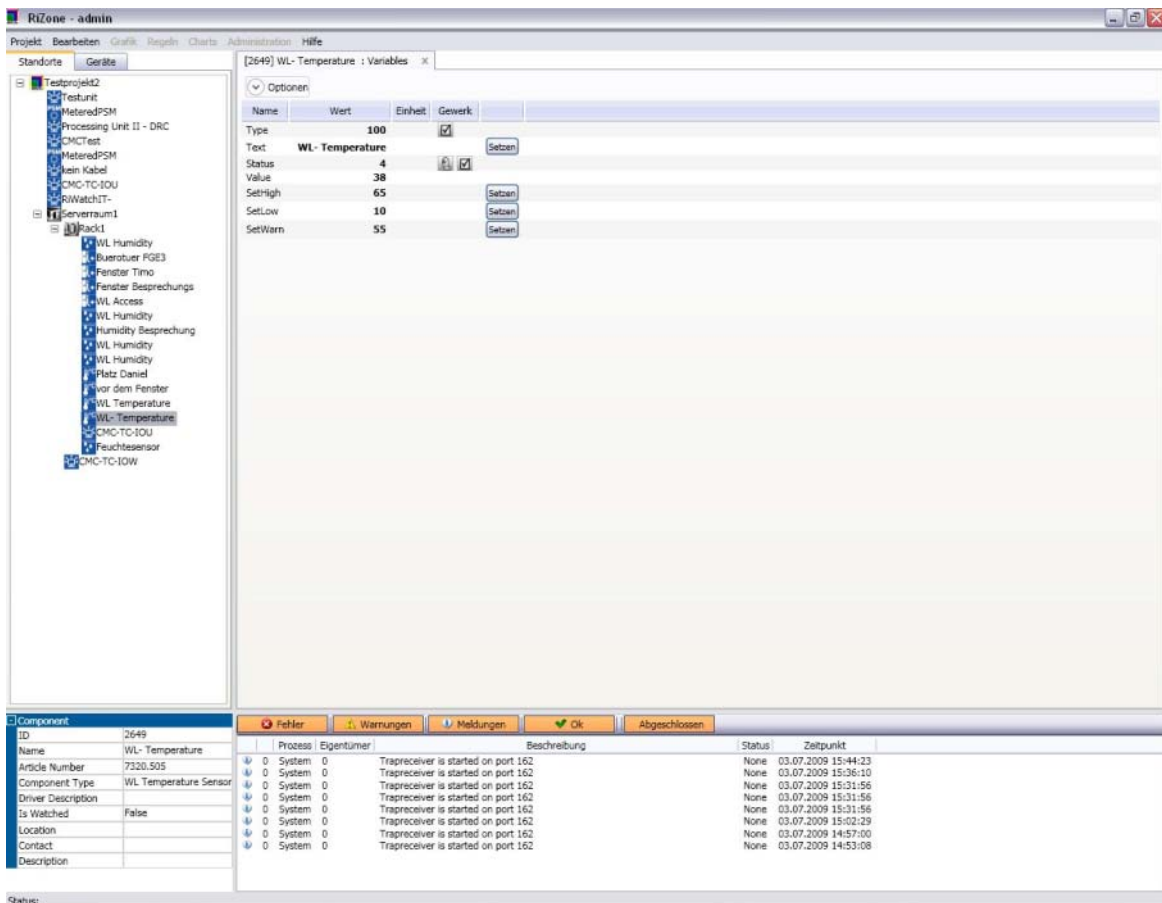

Abb. 18 Werte ausgeben im gestarteten Projekt
- Jetzt öffnet sich im View-Fenster (rechte Seite) eine Auflistung der Sensorvariablen. Es werden alle erfassten Werte (in Abb. 18 die Temperatur) sowie die Einstellungen (SetHigh, SetLow, SetWarn) ausgegeben.